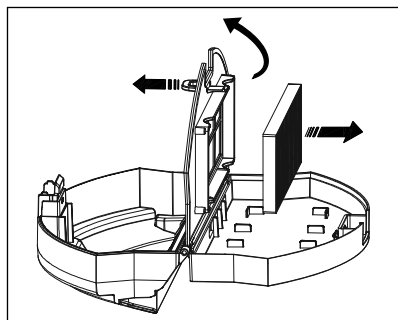

Fig. 10
- 4) Agarre la pestaña del filtro y levante el compartimento del filtro EPA **7**. Retire el filtro EPA **7** del compartimento (consulte la fig. 10).